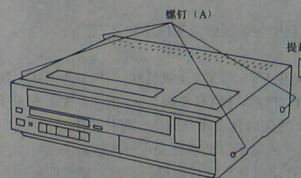

图 1-5 拆卸顶盖
参看图 1-5, 旋出 4 个螺钉 (A)。然后, 小心地提起顶盖, 并向前移动, 即可将顶盖取下。